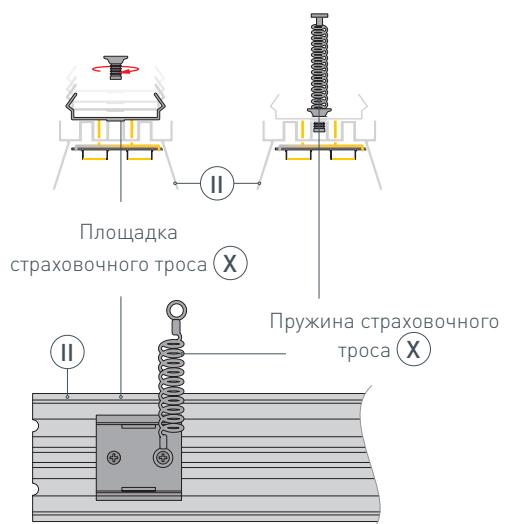

Рис. 3. Установка страховочного троса-пружины **(X)** на основание для ленты **(II)**. Вид сверху
- 5** // На основание для ленты **(II)** установите площадку и пружину из комплекта страховочного троса **(X)**. Зафиксируйте их при помощи комплектных шурупов, как показано на рис. 3.